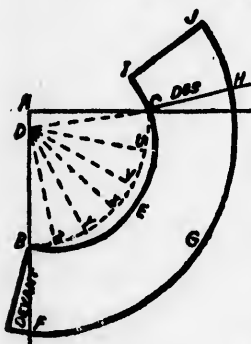

Fig. 45
A.—Tracez un angle droit, figure 45.